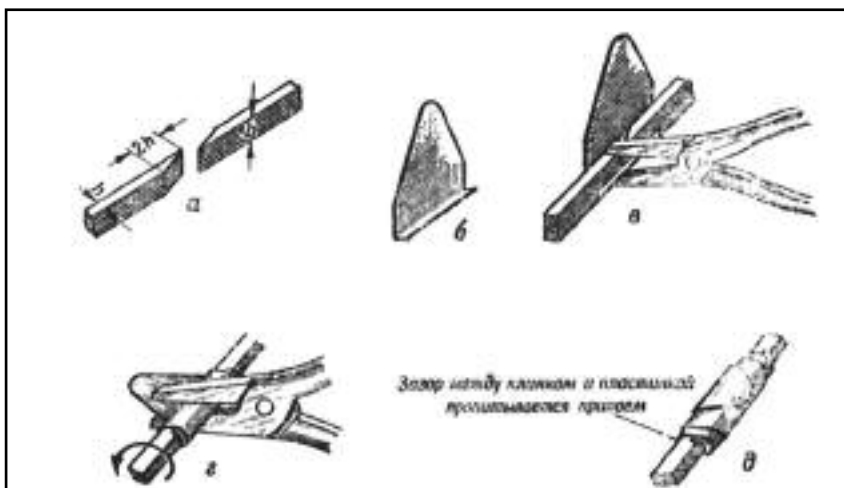

Рис. 13. Обертка стыка клинка пластинкой
2. Стыкуемые концы клинка зачищаются и стачиваются «на ус» (см. рис. 13 а). При толщине клинка меньше 1,5 мм стачивания «на ус» можно не делать.
точно на ее середине (рис. 13). Выполнять это следует таким образом:
а) загнуть у пластинки уголок шириной 2-3 мм (см. рис. 13 б);
б) положить отогнутый уголок на широкую сторону клинка так, чтобы стык был точно посередине, сжать клинок с пластинкой плоскогубцами и завернуть пластинку на один оборот (см. рис. 13 в);
г) взять соединение гладкими частями губок плоскогубцев и, сжимая их левой рукой, скручивать клинок так, чтобы пластинка плотно обернула клинок, в результате чего получается стык — «мозоль» (см. рис. 13 г).
8. Стык прогревается паяльником или на пламени; при этом в соединение между пластинкой и клинком добавляется припой и клинок все время поворачивается для равномерного заполнения припоем всех зазоров (см. рис. 13 д). В это время нужно следить за тем, чтобы стык клинка не сдвинулся и остался посередине навернутой пластинки. Полное заполнение зазоров припоем можно определить по прекращению выделения воздуха из-под наворачиваемой пластинки (воздух начинает выделяться из-под пластинки при кипении паяльной кислоты и расплавлении припоя). Лишний припой оставлять на соединении не следует, так как он осложняет обработку стыка после спайки. Если при прогревании сломанные концы клинка отошли друг от друга, нужно, не охлаждая стык, плотнее прижать их друг к другу.